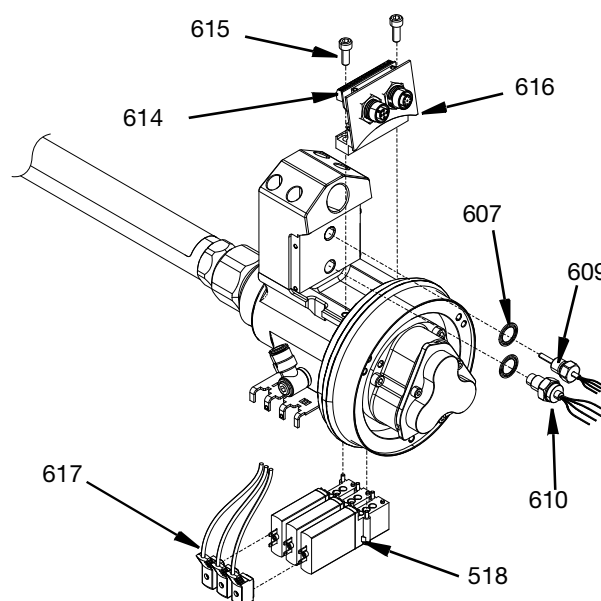

FIG. 13
1. Débranchez les connexions du câble de l'électrovanne (617) à partir des électrovannes (518).
2. Les électrovannes (518) peuvent être retirées du collecteur de vannes d'air (516) par les vis fixées aux électrovannes.
3. Retirez le support de connecteur double (616) avec le connecteur de câble double (614) attaché en retirant les deux vis (615) avec une clé hexagonale.
4. Retirez le capteur RTD (609), le capteur de pression (610) et les joints à rondelle de 10 mm (607), le cas échéant. Les joints à rondelle doivent être remplacés par des joints neufs avant le remontage. Voir FIG. 13.